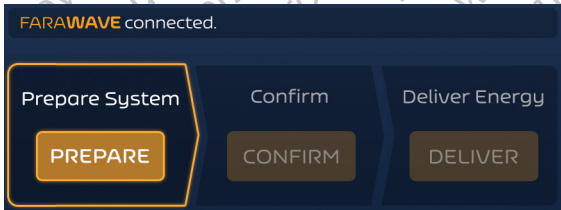
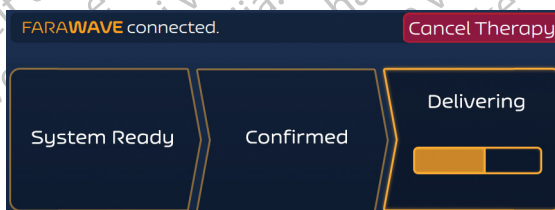

Abbildung 6. Therapiebildschirm – Asynchroner Modus – Leerlauf
Abbildung 11. Therapiebildschirm – Asynchroner Modus – Abgabe im Gange
6. Nachdem Sie einen Katheter ausgewählt und angeschlossen haben, zeigt der Therapiebildschirm nun die Auswahl an (siehe Abbildung 6 für ein Beispiel). Der asynchrone Modus ist der Standard-Energieabgabemodus des FARASTAR PFA-Generators.
6. Drücken Sie die Schaltfläche DELIVER (Abgabe), um die Energieabgabe zu starten. Die Energieabgabe kann jederzeit durch Drücken der Schaltfläche Cancel Therapy (Therapie abbrechen) abgebrochen werden (siehe Abbildung 11), wodurch der FARASTAR PFA-Generator in den Leerlaufzustand zurückkehrt (siehe Abbildung 6).
9. Um weitere Abgaben durchzuführen, drücken Sie CONFIRM (Bestätigen) und dann DELIVER (Abgabe). Die Energieabgabe kann jederzeit durch Drücken der Schaltfläche Cancel Therapy (Therapie abbrechen) abgebrochen werden. Dadurch kehrt der FARASTAR PFA-Generator in den Leerlauf zurück, wie in Abbildung 6 dargestellt.